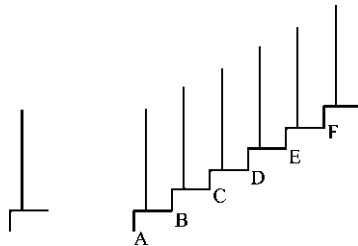

图 1-52 楼梯的复制
【实例 1-24】 已知楼梯的一个踏步和栏杆，使用复制命令完成如图 1-52 所示楼梯图形。
①绘制楼梯的一个踏步和栏杆。
②执行【复制/C】命令，结果如图 1-52 所示。